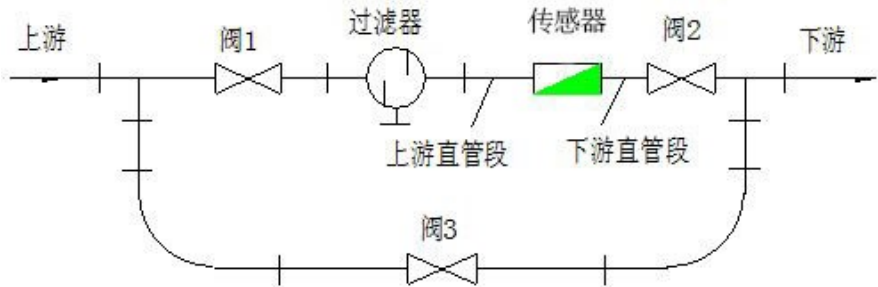

图 6 流量计安装示意图
(4)为了检修时不致影响液体的正常输送，应在传感器的安装处，安装旁通管道（如图6）。